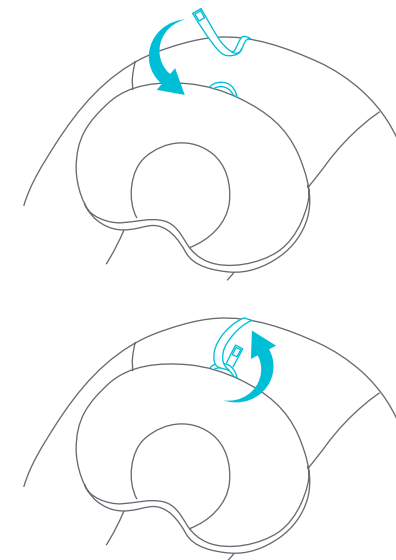

Fig. 13
- 13) • To hook the Headrest to the Bouncer, use the adjustable hook and loop strap. Thread it from front to back through the headrest hoop. To adjust detach and attach the hook and place it at your desired height (Fig. 13).
- Para fijar el apoyacabeza al rebotador, use el gancho ajustable y la correa en forma de argolla. Enhébrelo de adelante hacia atrás pasando en medio de la argolla del apoyacabeza. Para ajustarlo debe quitar y volver a poner el gancho y colocarlo a la altura deseada (Fig. 13).